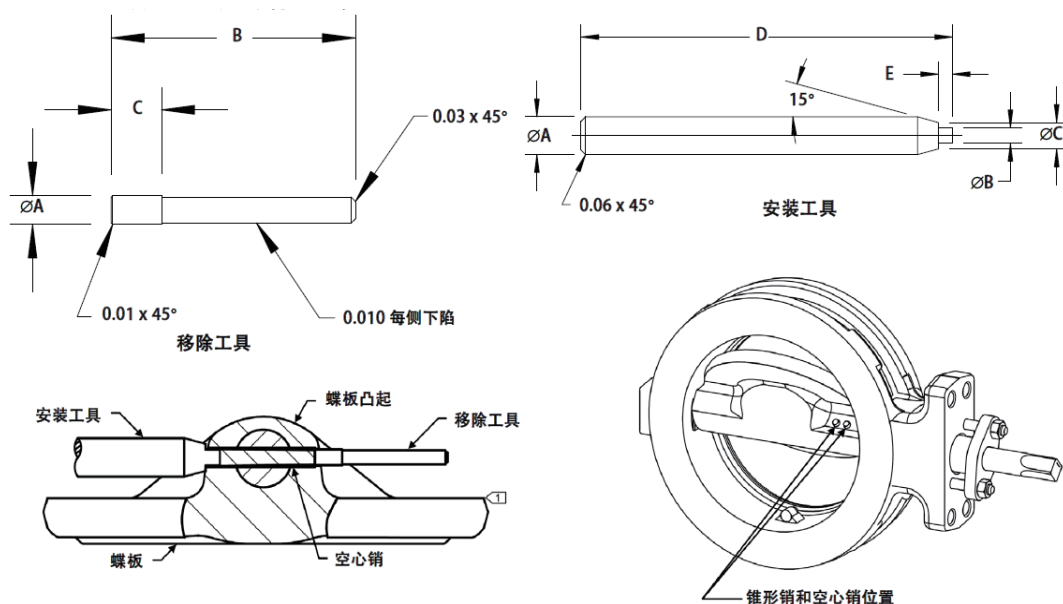

图 12. 锥形销及空心销的拆卸和安装
d). 将阀体放置在平整的工作表面，密封圈凹槽向上。将阀体垫在足够高的位置，使蝶板能转至开启位置，如图 12 所示。
e). 将蝶板转到开启位置。在驱动轴末端，确定蝶板位置标记在驱动轴端。转动阀杆直到它在图 12 中所示蝶板的适当位置。
g). 将空心销（件号 4）插入蝶板凸起位置，如图 12 所示。
使用图 12 中所示工具，将空心销敲打入蝶板凸起和轴上，直到空心销下达到蝶板限位装置处。
- 阀体腔中的阀门蝶板限位器并非用作驱动执行机构行程限位器（见图 12）。使用执行机构行程限位器，限制阀门蝶板的转动。若整个执行机构超过阀门蝶板限位器，可能会损坏阀门组件。